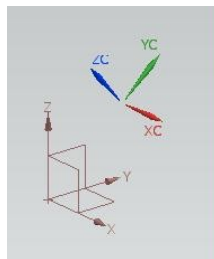

рис.3
- Следует обратить внимание на то, что размеры блока задаются вдоль **осей РСК**! Если вы хотите «*косо*» расположить свой блок, то придется предварительно соответствующим образом ориентировать РСК (рис.3,4).